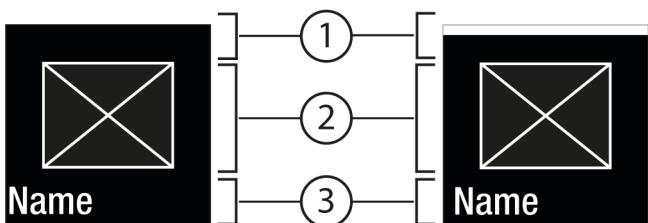
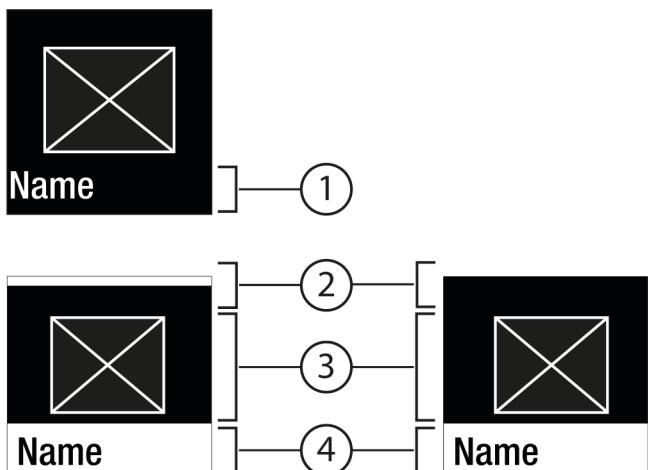

Fig. 6
Fig. 7
- S tipko za potrditev Fig. 5 (2) prikličete podmeni Fig. 7 (4).
- Nastavitev nove vrednosti: S tipko za potrditev Fig. 5 (2) izberite deaktivirano vrednost Fig. 6 (1).
- Nazaj v meni: S tipko za potrditev Fig. 5 (2) izberite že aktivirano vrednost Fig. 6 (2).
- ▷ Stanje: aktivirano Fig. 6 (1) se na kratko pokaže v podmeniju Fig. 7 (4).